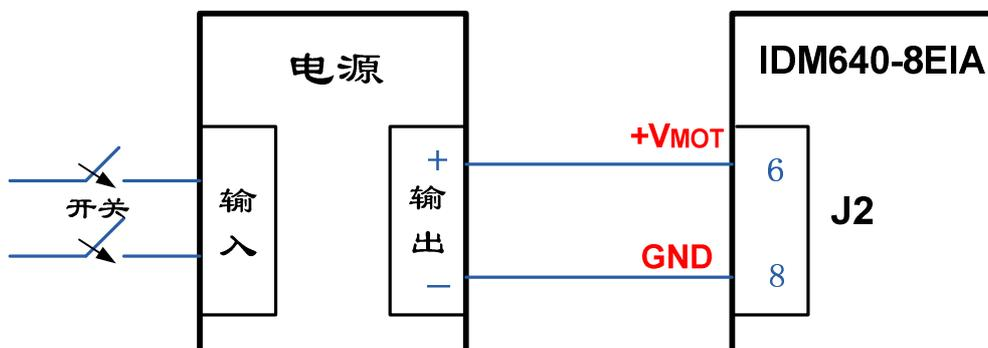

图 3.10. J2—电机电源连接—推荐采用冲击电流限制的供电电源
- a) 如果电机电源  $V_{MOT}$  突然打开，冲击(in-rush)电流能达到一个很高的值将损坏驱动器。为限制冲击电流，最好用内部带软启动的供电电源。因此，推荐将电机电源的开关放在供电电源的输入端（见图 3.10）而不是放在输出也就是电源和驱动器之间。